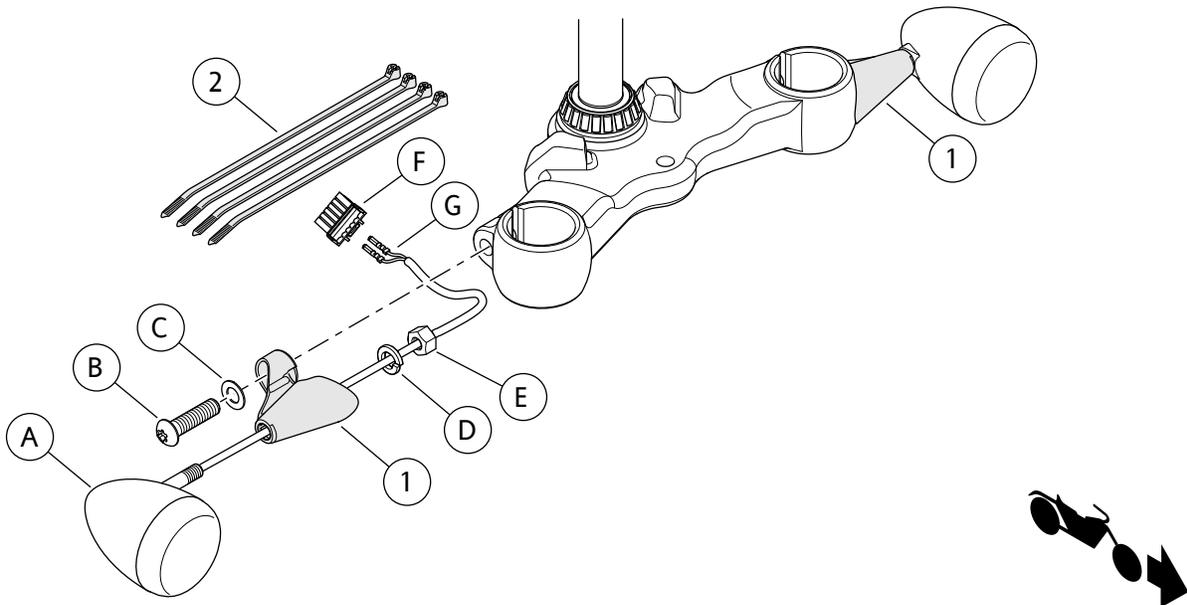

图1。维修零件：前转向信号重新定位套件-XL1200X
参见图1和表1。
3. 参见图1。从转向信号组件线束拆下连接器盒( F )。记录接线端( G )位置。参见维修手册。
8. 参见图1。穿过转向信号底架( 1 )布设转向信号组件接线端( G )和线路。